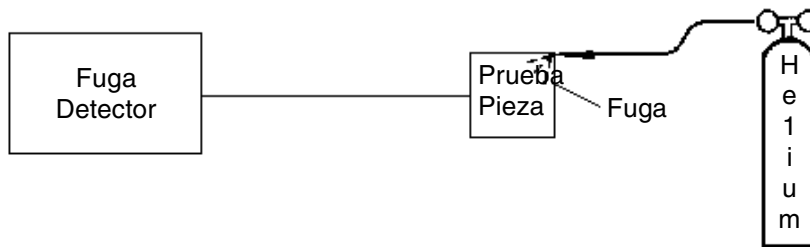
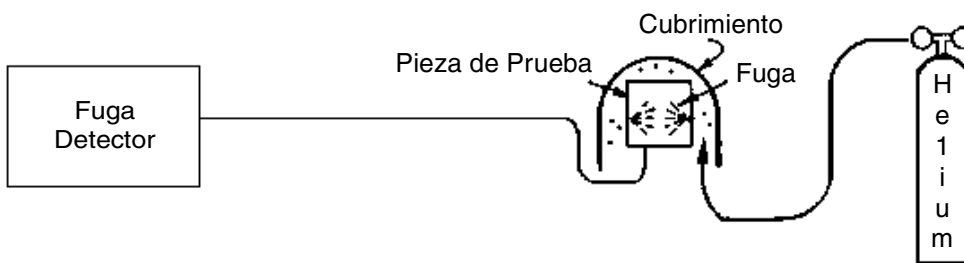

Figure C-1a Pieza de Pruebas Vaciada: Sonda de Traza Usada para Localizar la Fuga
Figure C-1b Pieza de Pruebas Vaciada y Cubierta con Atmósfera de Helio para Determinar la Tasa de Fugas General
C.6.1 Pieza de Prueba Evacuada (Figura C-1a y Figura C-1b)